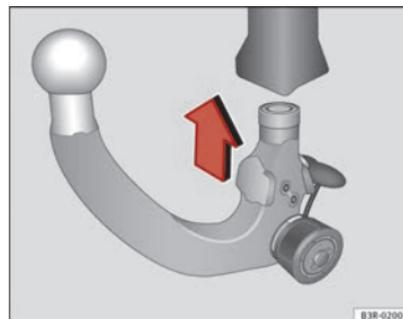

Fig. 160 Dispositivo desmontable para remolque: Colocar la rótula
- Coloque la rótula pretensada en el tubo de enclavamiento y haga presión hacia arriba en la dirección que indica la flecha ⇒ fig. 160 ⇒ **(Δ)**. El proceso de bloqueo se realiza de un modo automático. En ese momento debe poder oírse claramente un chasquido de encastre.